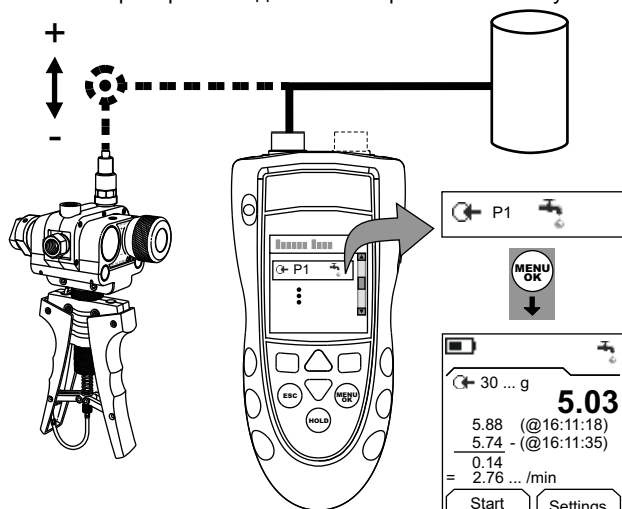

Рисунок 3: Пример конфигурации. Проверка утечки
1. Подключите прибор (Рисунок 3) и при необходимости отрегулируйте *Set Up* (Настройка) (Таблица 1).